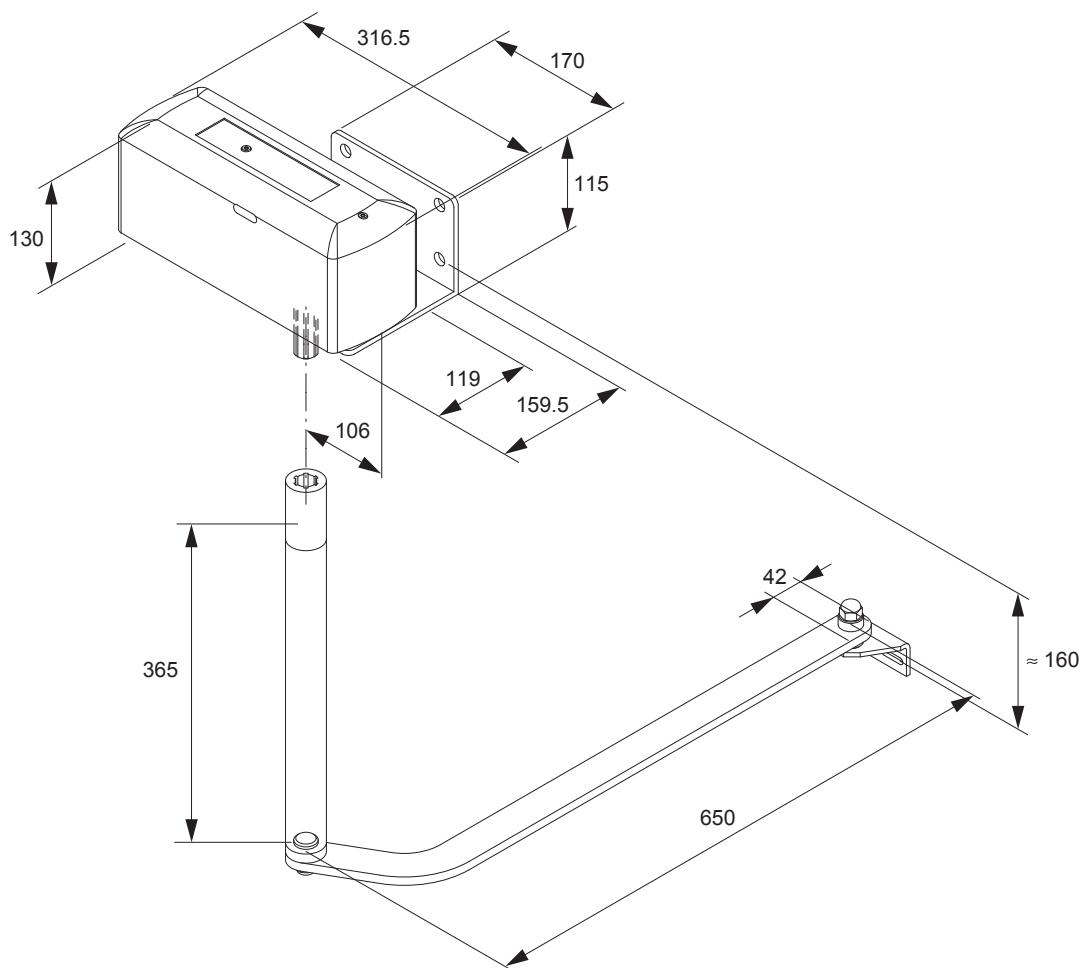

Fig.1
- 2. Ingombri e misure di max (fig.1)**
**2. Overall dimensions (fig.1)**
**2. Richtraumbedarf und -Maße (Bild 1)**
**2. Encombremens et dimensions (fig.1)**
**2. Volumes y acotaciones (fig.1)**